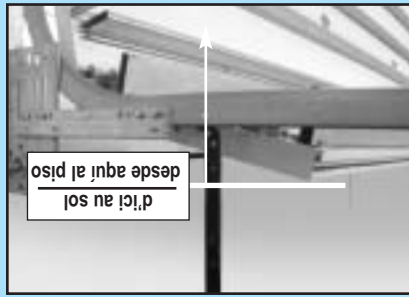

FIG. 2-1 Repérage du point le plus élevé de la course (à sections).
- Poursuivre le tracé de cette ligne sur le mur au-dessus de la porte à environ 30 cm. (Fig. 2-1).